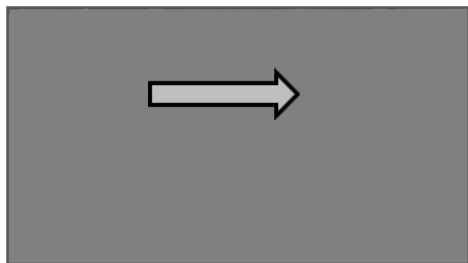

Рис. 11 Рычаг включения ТНВД
5. Рычаг включения ТНВД на панели рычагов (Рис.11) переведите вправо до щелчка (фиксации).
4. Рычаг включения ТНВД на панели рычагов (Рис. 11) переведите вправо до щелчка (фиксации в положении «Работа»).